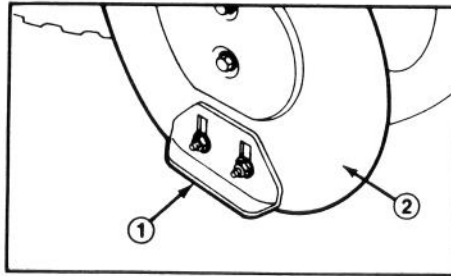

Figure 21
1. Disposez la déneigeuse sur une surface plane et de niveau. Desserrez ensuite les quatre écrous à collerette (Fig. 21) fixant les deux patins aux plaques latérales du logement de tarière. Les patins doivent pouvoir coulisser vers le haut et vers le bas.
3. Desserrez les quatre écrous à collerette (Fig. 21) retenant les patins aux plaques latérales du logement de tarière. Descendez ensuite les patins pour que la tarière soit aussi loin que possible de la surface plane et de niveau, puis resserrez les écrous à collerette.